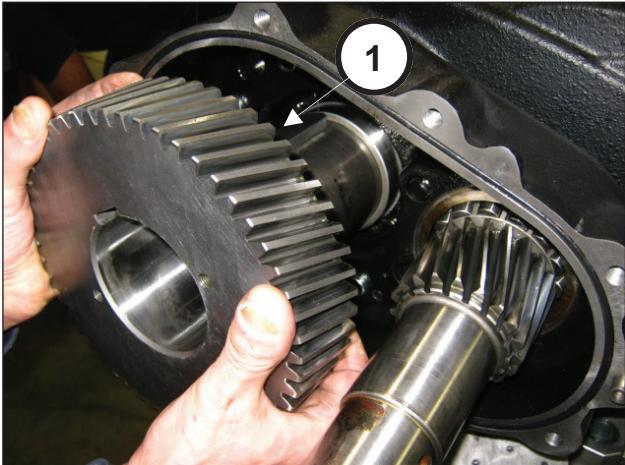
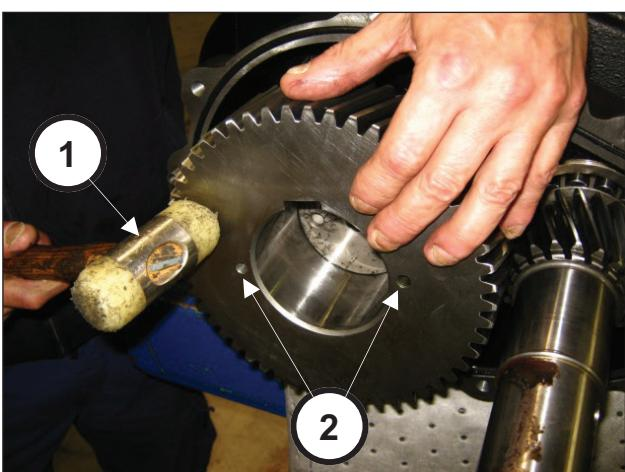

Рис. 66
Рис. 67
Установите ведомую шестерню на вал (поз. ①, Рис. 66) и насадите ее до упора с помощью ударной массы (поз. ①, Рис. 67).
Ведомая шестерня должна быть установлена так, чтобы оба отверстия M8 (используемые для съема) были обращены наружу насоса (поз. ②, Рис. 67).